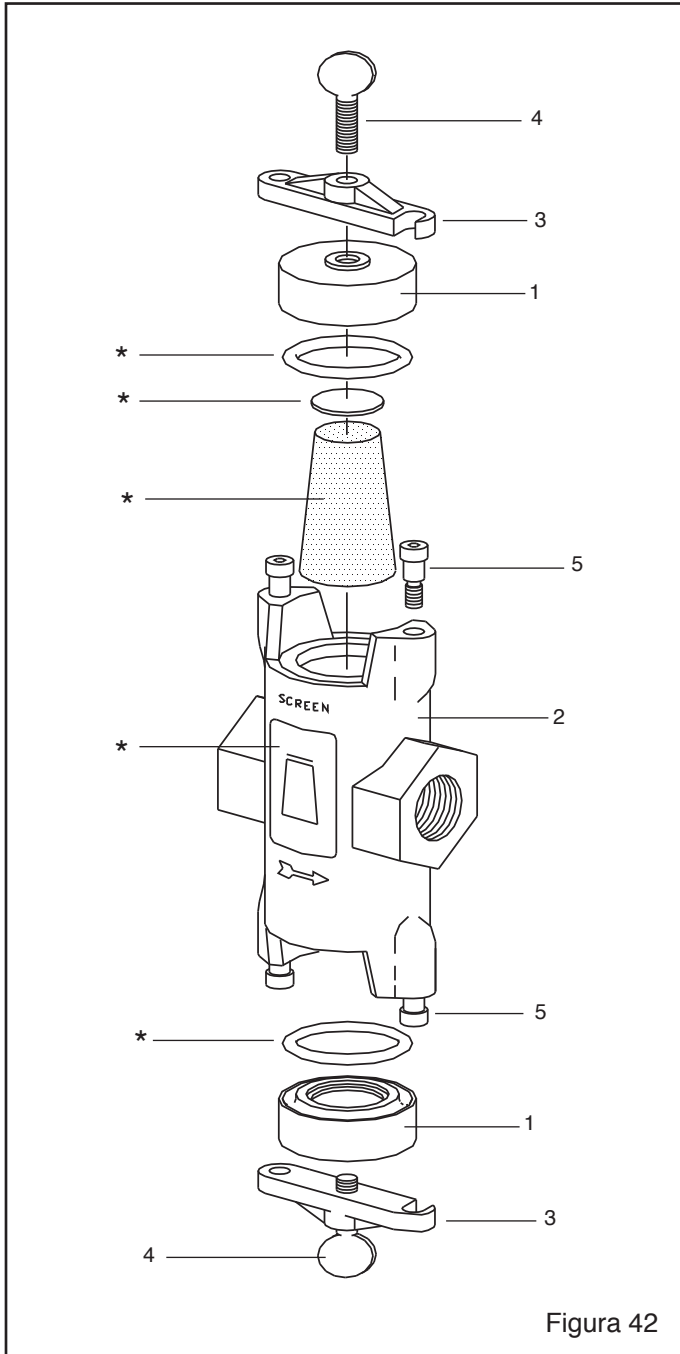

Figura 42
9.9 Trampa de abrasivo, Figura 42